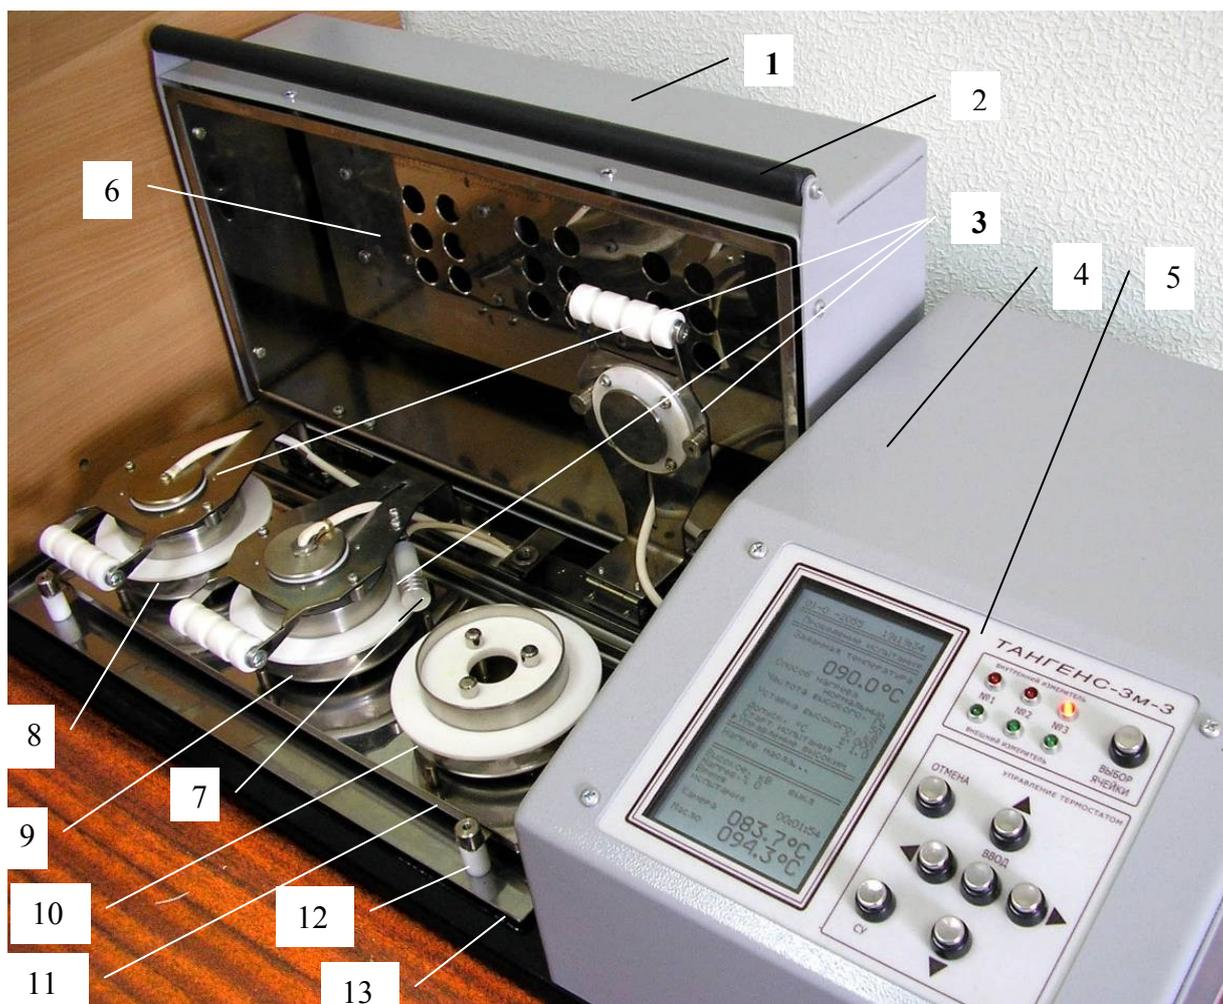

Рисунок 2. Блок основной «ТАН-БО». Внешний вид с открытой крышкой.
- 1.7.3 Коммерческое наименование прибора «Тангенс 3М-3» нанесено на лицевой панели основного блока «ТАН-БО» Рис.2. и Рис.3.
2.4.1 Открыть крышку термостата блока основного 1 рис.2.
2.4.2 Поднять три контактных прижима и установить их вертикально 3 рис.2.
2.4.4 Заполненные трансформаторным маслом ячейки установить на соответствующие места термостата блока основного и опустить контактные прижимы на каждую ячейку (рис.2).